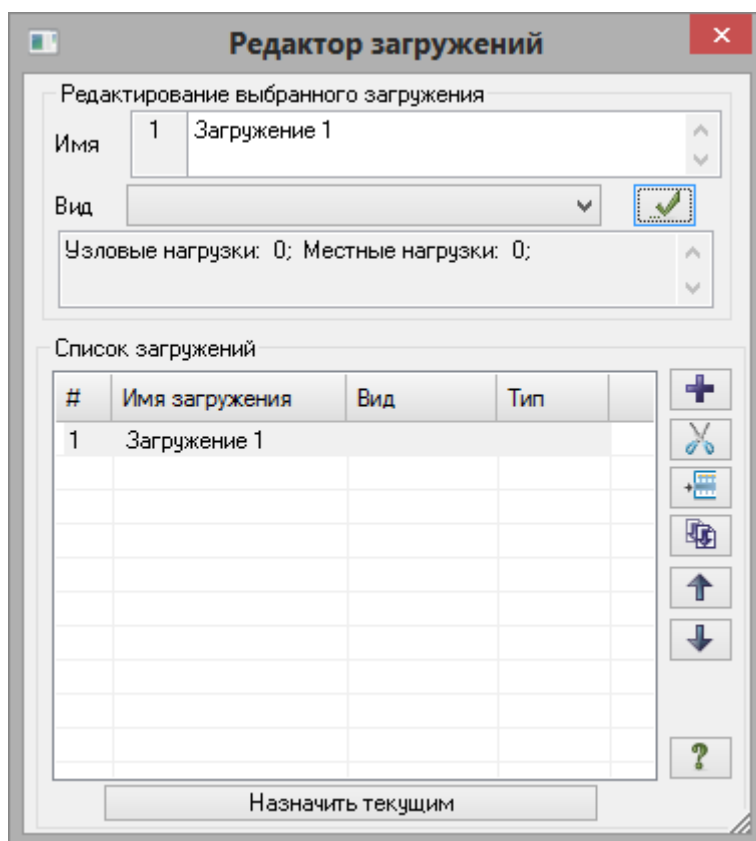

Рис.1.12. Диалоговое окно Редактор загрузок
Допускается задание до 300 загрузок. Каждому загрузке присваивается номер, произвольное имя и вид. Загрузка может содержать любое количество нагрузок. Номер, имя и вид загрузки присваиваются с помощью диалогового окна **Редактор загрузок** (рис.1.12), которое вызывается щелчком по кнопке
- Вызовите диалоговое окно **Редактор загрузений** (рис.1.12) щелчком по кнопке  – **Редактор загрузений** (панель **Нагрузки** на вкладке **Создание и редактирование**).
Так как вид загрузений задавался в диалоговом окне **Редактор загрузений** (рис. 1.12) таблица РСУ сформировалась автоматически с параметрами, принятыми по умолчанию для каждого загрузения. Далее нужно только изменить параметры для третьего и четвертого загрузений.